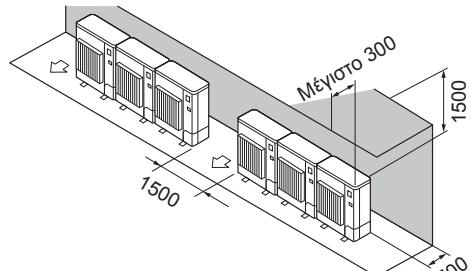

Fig. 2-14
② Εμπόδια στην πίσω και επάνω πλευρά μόνο (Fig. 2-14)